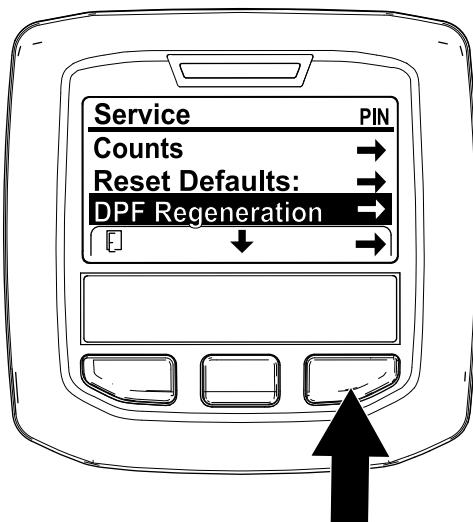

Рисунок 42
- Перейдите к меню Service (Техобслуживание), нажмите среднюю кнопку для прокрутки вниз к опции DPF REGENERATION (РЕГЕНЕРАЦИЯ DPF) (Рисунок 42).
- Нажмите правую кнопку для выбора позиции DPF Regeneration (Регенерация DPF) (Рисунок 42).